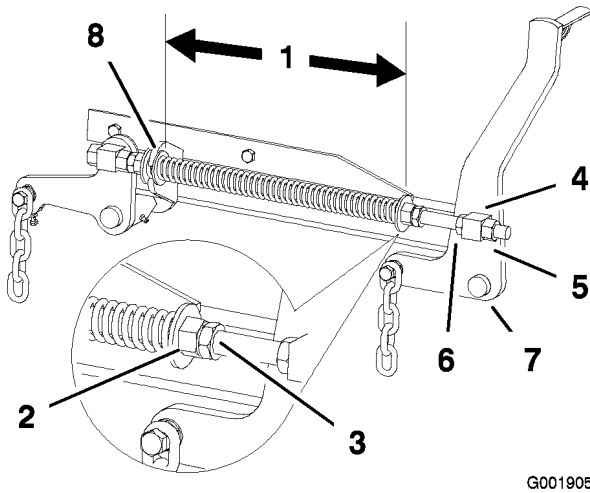

Figure 74
2. Vérifiez que les deux grandes rondelles sont espacées de 29,2 cm (Figure 74).
3. Réglez cette distance en desserrant l'écrou de blocage du ressort et en tournant l'écrou devant chaque ressort (Figure 74). Tournez l'écrou dans le sens horaire pour raccourcir le ressort, et dans le sens inverse pour l'allonger.
4. Bloquez l'écrou en position en serrant l'écrou de blocage du ressort (Figure 74).